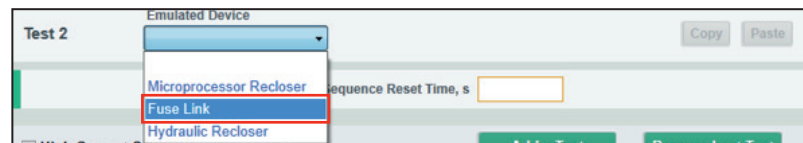

Figura 92. Opción de Eslabón Fusible.
**Emulated Device (Dispositivo Emulado).** Seleccione la opción de **Fuse Link (Eslabón Fusible)** del menú desplegable de **Emulated Device (Dispositivo Emulado)**. Ver la Figura 92.